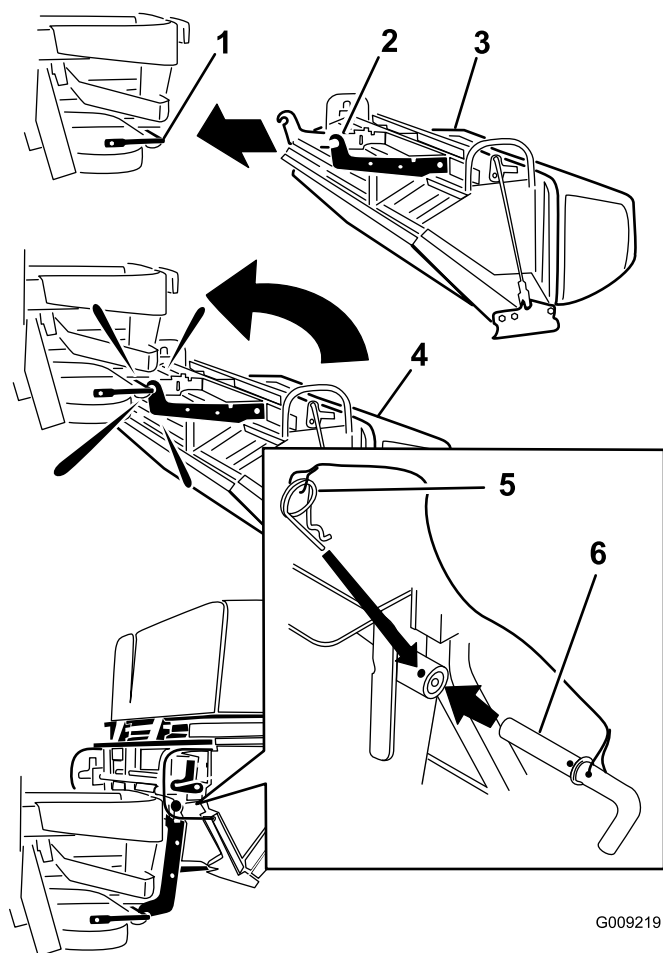

Figura 10
1. Coloque el ensacador boca abajo (Figura 10).
2. Deslice los ganchos sobre el soporte de montaje inferior (Figura 10).
4. Alinee el orificio del ensacador con el soporte de montaje superior (Figura 10).
5. Instale el pasador en cada lado, sujetándolo con la chaveta (Figura 10).